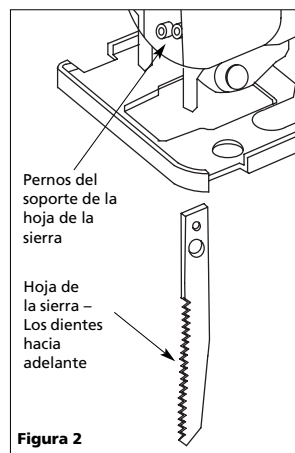

Figura 2
1. Afloje el perno girando hacia la izquierda en el soporte de la hoja usando la llave allen (ver Figura 2).
2. Con los dientes de la hoja hacia adelante, introduzca la hoja en el soporte de la hoja hasta el tope. Asegúrese de que el borde trasero de la hoja encaje en el cojinete de apoyo de la hoja (ver Figura 2).